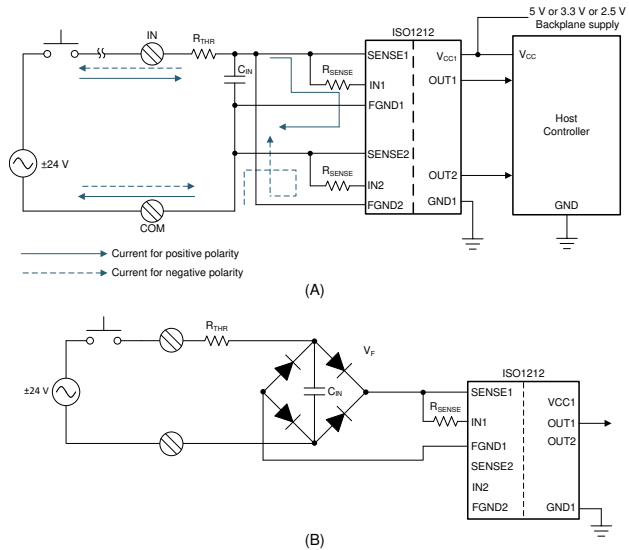

图 1. 双向信号检测的两种设计 (a) 带拉电流或灌电流输入的 ISO1212 (b) 带桥式整流器的 ISO1212
德州仪器 (TI) 的 ISO1212 (2 通道) 和 ISO1228 (8 通道) 器件可提供简单的低功耗设计以及精确的电流限制，可实现更紧凑、更高密度的数字输入电路板设计。与基于光耦合器的传统设计相比，电流限制特性可降低功率耗散和电路板温升幅度。应用简报如何简化隔离式 24V PLC 数字输入模块设计中展示了这些优势。这里展示了两两种设计，用于检测实际 PLC 或 CNC 系统中的双向信号。图 1(a) 展示了使用一个 COM 端子的双通道数字输入接收器的情况。通道 1 和通道 2 分别在数字输入为灌电流或拉电流时处于激活状态。但信号的状态必须通过 OUT1 和 OUT2 的状态来判断。这种设计需要消耗更多的微控制器 I/O 引脚，并会增加逻辑要求。图 1(b) 使用的整流器后跟 ISO1212，可用于检测每个器件的两个双向信号。对于“N 沟道”数字输入电路板设计，后者可以节省更多 PCB 空间和 BOM 成本，从而减少“N”个 ISO1212 的使用。在只需检测单向信号的美洲和欧洲，电路板可以更加紧凑。